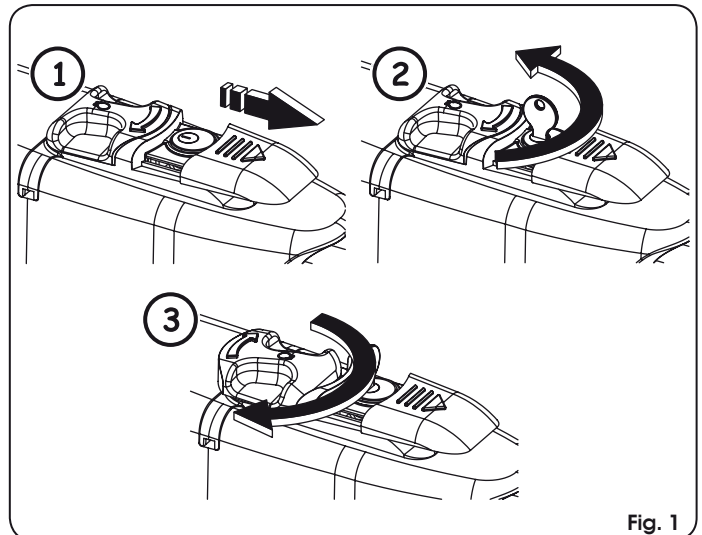

Fig. 1
2. Deslice el capuchón de protección, Fig. 1/1.
3. Introduzca la llave y gírela 90°, Fig. 1/2.
4. Para desbloquear el operador, gire 180° la palanca de manivela en la dirección indicada por la flecha presente en el sistema de desbloqueo, Fig. 1/3.